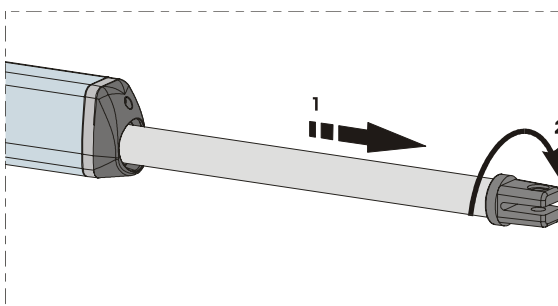

Fig. 9
- 4) Estrarre completamente lo stelo fino a battuta, fig.9 rif.1.
- 6) Ruotare di mezzo / un giro lo stelo in senso orario, Fig.9 rif.2